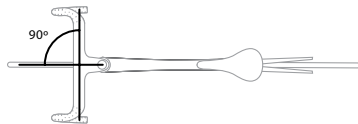

Рисунок 1.6. Правильная регулировка положения руля и седла
- Убедитесь, что руль стоит перпендикулярно колесу (рис. 1.6).
- Убедитесь, что седло стоит на одной линии с центральной линией велосипеда (рис. 1.6).